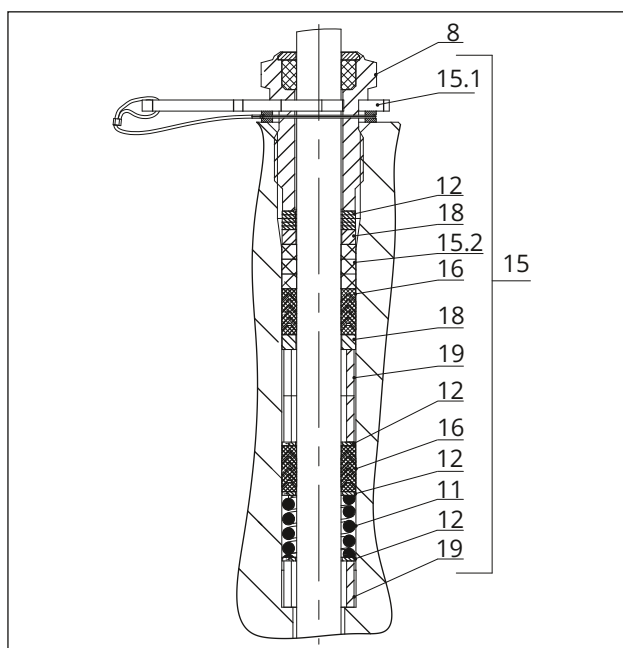

Fig. 26: Pacco premistoppa ADSEAL: DN 15...40/NPS ½...1½
2. Con un attrezzo idoneo infilare con cautela i componenti del premistoppa attraverso l'asta dell'otturatore nello spazio del premistoppa. Per il posizionamento corretto, vedere Fig. 26 e Fig. 27.
4. Inserire l'anello di spallamento rosso (15.1) tra la boccola filettata (8) e l'anello di ritegno, vedere Fig. 26 e Fig. 27.
2. Con un attrezzo idoneo infilare con cautela i componenti del premistoppa attraverso l'asta dell'otturatore nello spazio del premistoppa. Per il posizionamento corretto, vedere Fig. 26 o Fig. 27.
4. Inserire l'anello di spallamento rosso (15.1) tra la boccola filettata (8) e l'anello di ritegno, vedere Fig. 26 o Fig. 27.